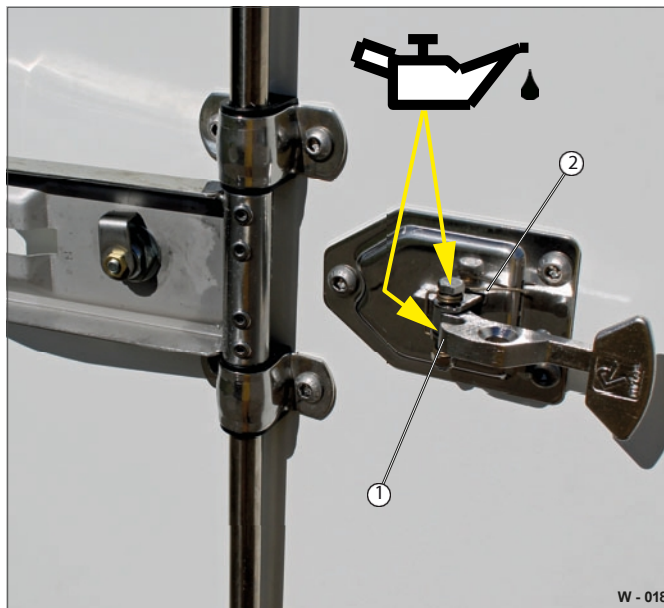

Fig. 4 Smørepunkter
- Smør lett inn knast- og lagerpunktene på snaplåsen med olje (fig. 4/1).
- Kontroller fjæren (fig. 4/2) for deformasjon/utmatting.